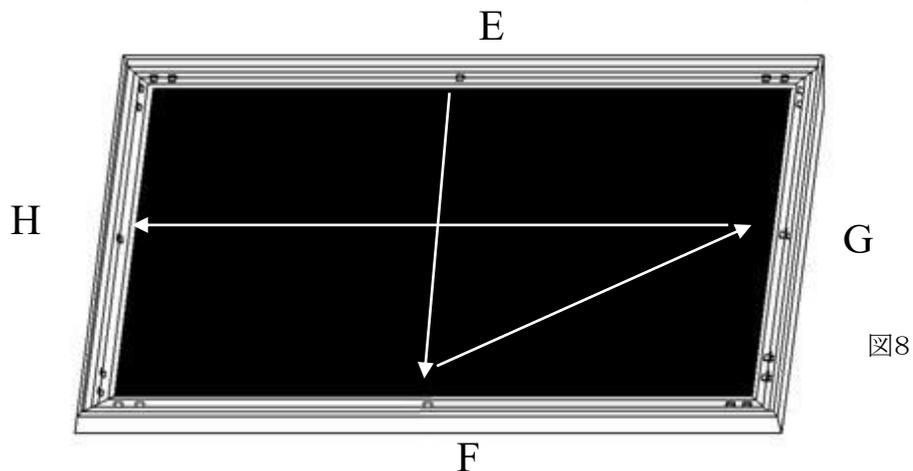

図8
(4) E→F→G→Hの順序で四辺の中央に固定プレートを差し込みます(図8)。